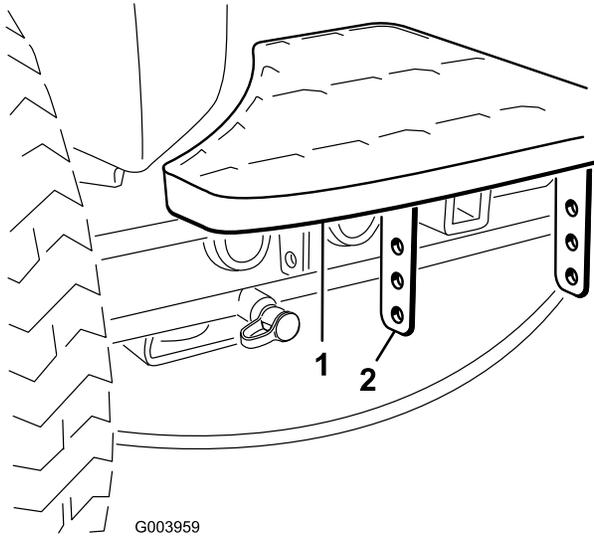

Figura 2
1. Retire los 2 pernos y las tuercas que sujetan los soportes de los peldaños al bastidor de la unidad de tracción (Figura 2)..